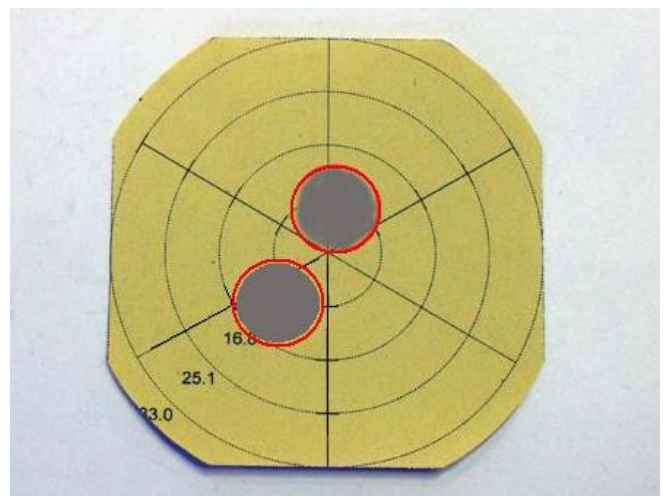

Figur 1
- **Spraybild OK:** De tre sprayloberna är jämnt fördelade och ungefär lika stora. (figur 1)